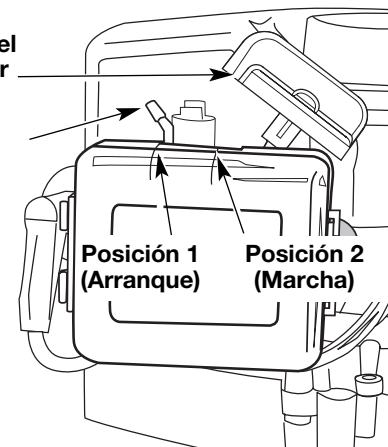

Fig. 3
3. Coloque la palanca azul del obturador en Posición 1 (Fig. 3).